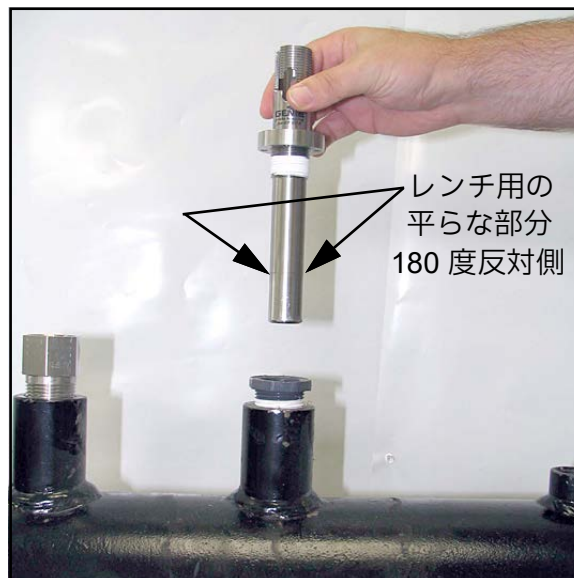

図 13: ハウジングの取り付け
3. 平らな部分にレンチを当て、ハウジングが固定され密閉されるまでハウジングを回します（図13を参照）。通常、3～5回転回す必要があります。ハウジングを締めすぎないでください。ハウジングは締めすぎると損傷し、変形するおそれがあります。